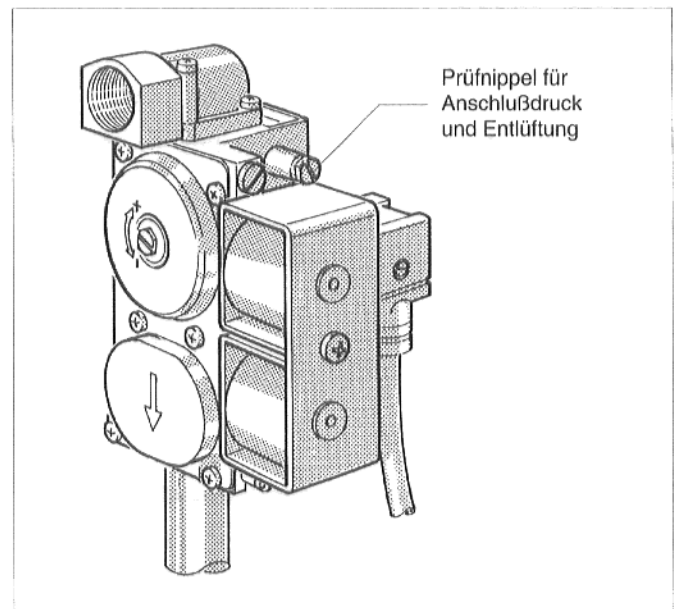

Abb. 26: Gasbrennerarmatur "SIT" 830 Tandem
- Lösen Sie die Verschlußschraube des Prüfnippels für Anschlußdruck an der Gasbrennerarmatur (Abb. 26 bis 28) zwei Umdrehungen; bei "SIT" 830 Tandem Verschlußschraube entfernen.